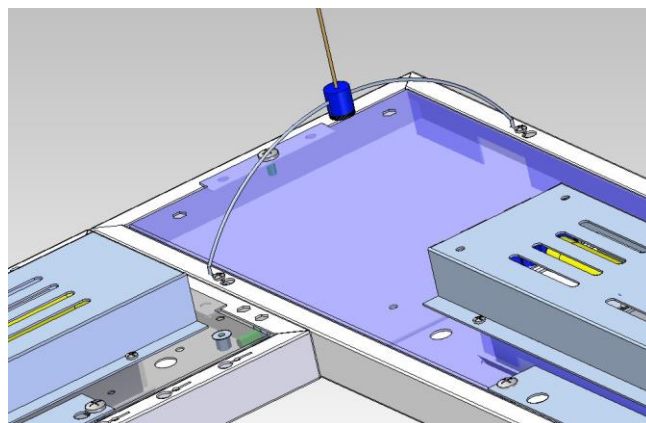

Fig. 7
5. In Fig.7 è riportata la configurazione dell'attacco del kit di sospensione al corpo lampada.
5. In Fig.7 there is the picture of attachment of suspension kit on lighting fitting.